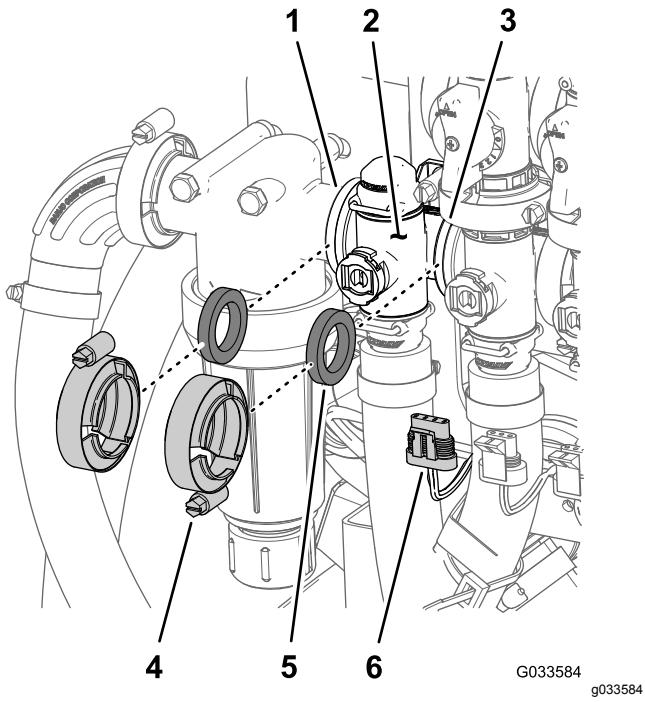

図98
- 散布量制御バルブ用のマニホールドを圧力フィルタと攪拌バルブに固定しているフランジクランプ2個とガスケット2枚を外す 図98。